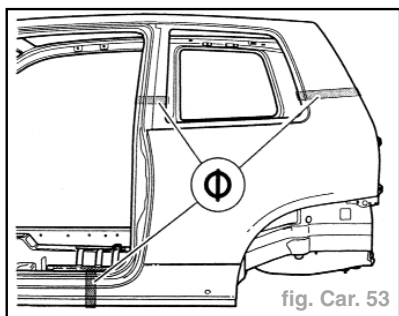

fig. Car. 53
- Effectuer la soudure en bord à bord des lignes de coupes par point sur point sous gaz de protection (fig. Car. 53).